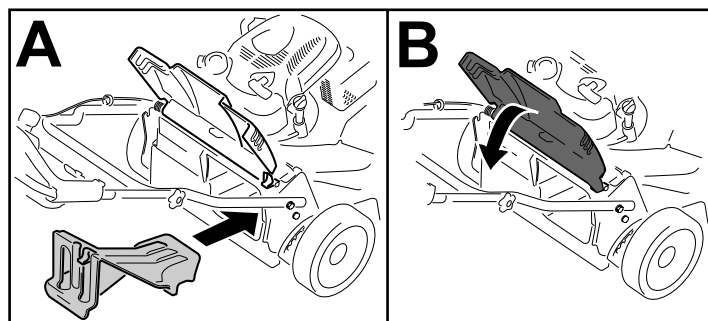

Figura 23
- Se il coperchio di scarico posteriore non è installato, afferratelo dalla stegola, sollevate il deflettore posteriore e inseritelo nel camino di scarico posteriore fino a bloccare il fermo in posizione; vedere Figura 23.
Importante: Prima di riciclare lo sfalcio, verificate che il coperchio di scarico posteriore sia montato (Figura 23).